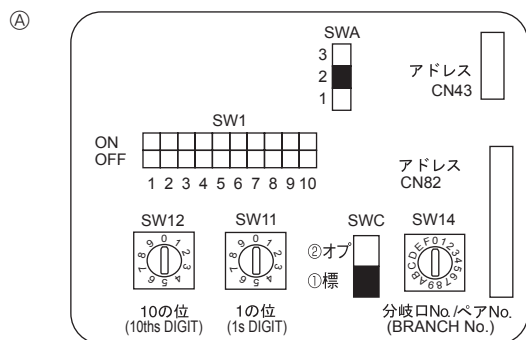

Fig. 6-4
- ① MA-afstandsbediening
- ② M-NET-afstandsbediening
- ③ Draadloze afstandsbediening (bij het installeren van de draadloze signaalontvanger)
6.5. De aansluitadressen instellen (Fig. 6-4)
- ① Hoe u de aansluitadressen instelt
- ② Hoe u de nummers van de aftakkingen instelt bij SW14 (alleen voor de R2-lijn)
6.6. Schakelaar voor verschillende plafondhoogten (Fig.6-4)
6.7. De kamertemperatuur oppikken met de ingebouwde sensor in een afstandsbediening (Fig.6-4)